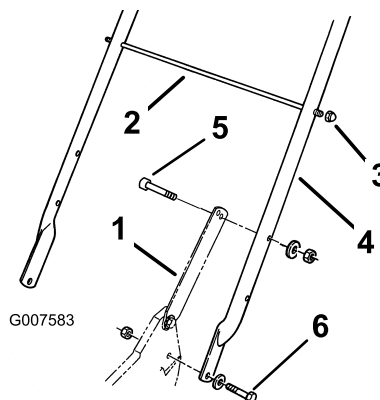

Figura 3
(5/16 x 1-1/4 pulgadas), arandelas y contratuercas finas (5/16 pulgada) (Figura 3).
2. Fije los cierres del manillar al manillar con dos pernos (5/16 x 1-1/2 pulgadas), arandelas, y contratuercas (5/16 pulgada) (Figura 3).
3. Deslice la varilla de soporte de la bolsa por el segundo (desde arriba) taladro de montaje de cada lado del manillar y fije cada extremo con una contratuerca de caperuza (Figura 3).